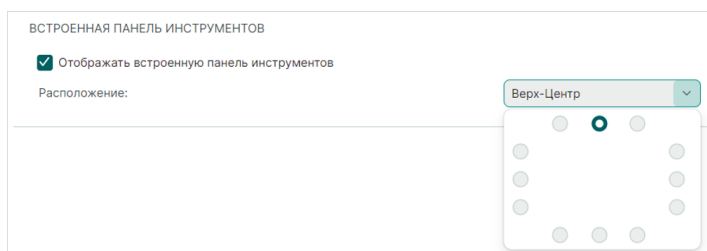

Рис. 80 Настройки встроенной панели
- «Встроенная панель инструментов» – настройки включения/выключения отображения встроенной панели инструментов и выбор расположения данной панели в окне редактора, см. Рис. 80.